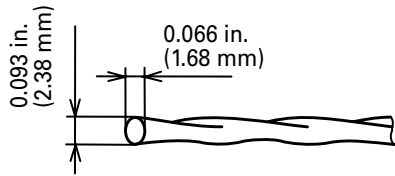

Fig. 16
Diamètre du cordon: Fig. 16
- (1) Préparer 13,12 pieds (4 m) de fil de nylon d'origine comme dans la Fig. 16. (Code n° 335235)